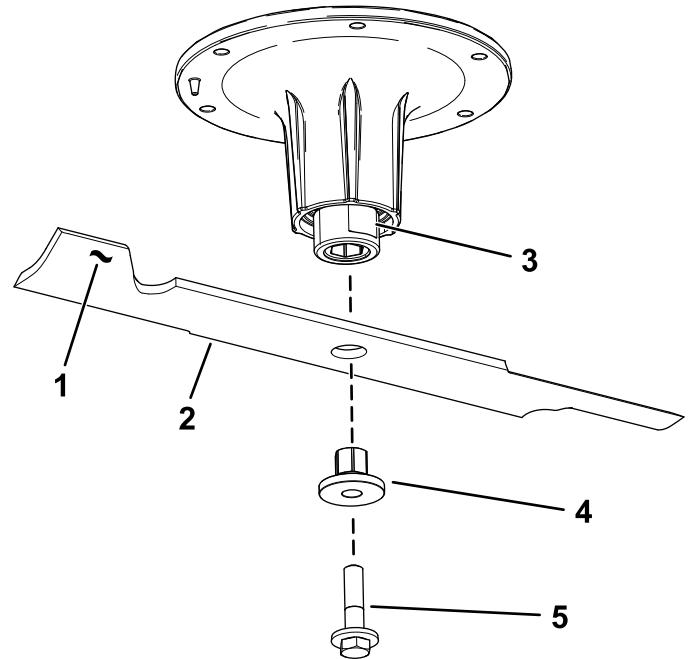

Figure 109
2. Retirez le boulon, la douille et la lame de l'axe de pivot (Figure 109).